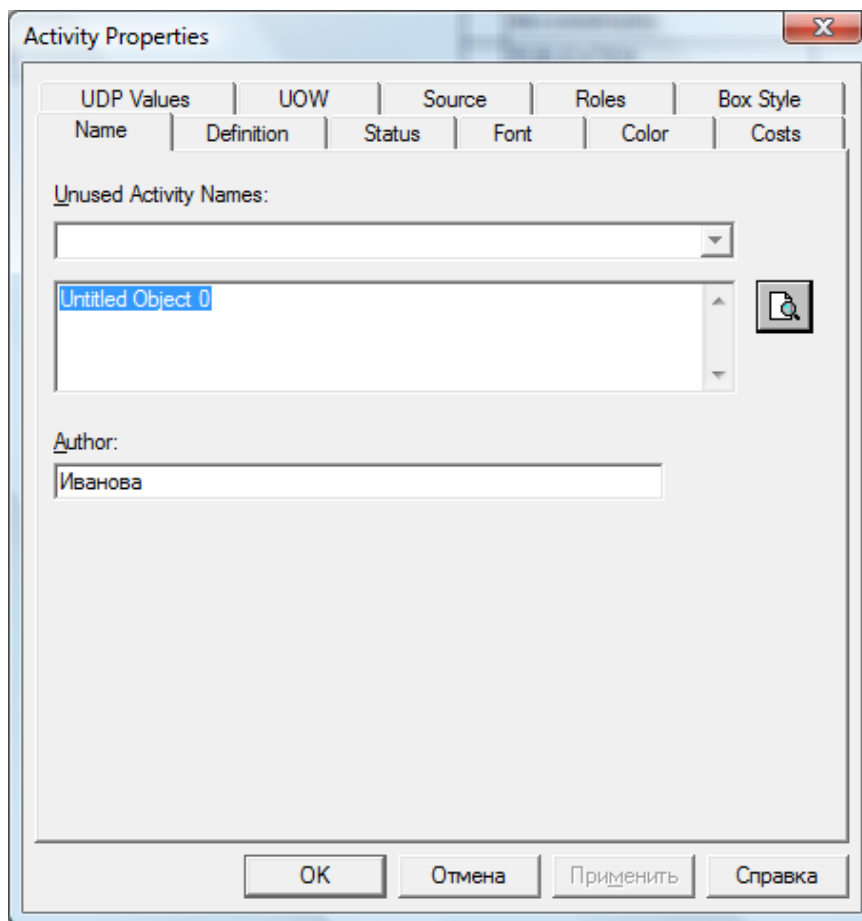

Рис. 6. Диалоговое окно *Activity Properties* (Свойства работы)
- дважды щелкнуть на объекте и в появившемся диалоговом окне (рис. 6) задать требуемые значения;
Задайте свойства работы контекстной диаграммы. Для этого дважды щелкните на объекте, и на экране появится диалоговое окно *Activity Properties (Свойства работы)* (рис. 6).